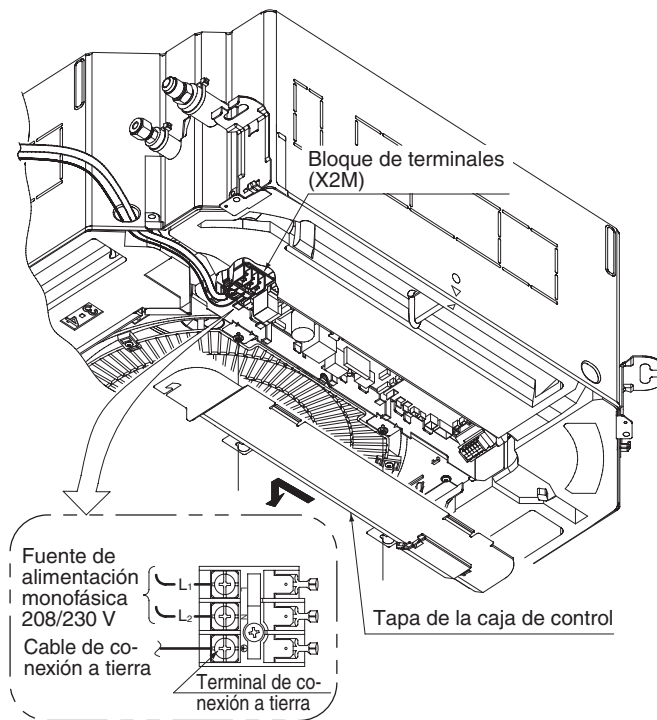

Fig. 21
1. Abra la tapa de la caja de control y conecte la alimentación eléctrica monofásica de 208 – 230 V al terminal (L₁, L₂) en el bloque de terminales (X2M). Conecte el cable de conexión a tierra al terminal de tierra. (Consulte Fig. 21)